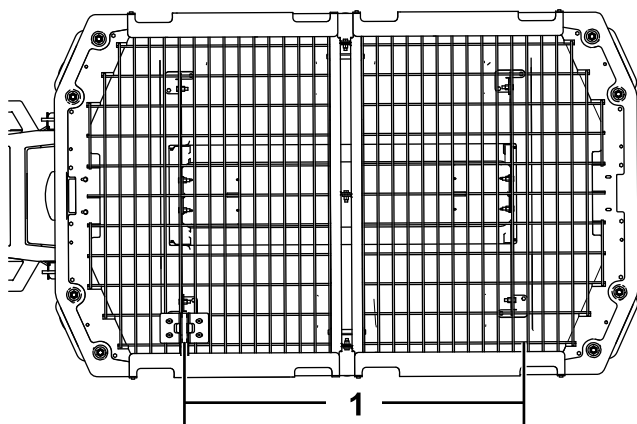

Bild 18
5. Messen Sie von der Mitte der Befestigungshalterung aus den in Schritt 4 gemessenen Abstand und markieren Sie den Abstand auf dem Einfüllgitter (Bild 18).